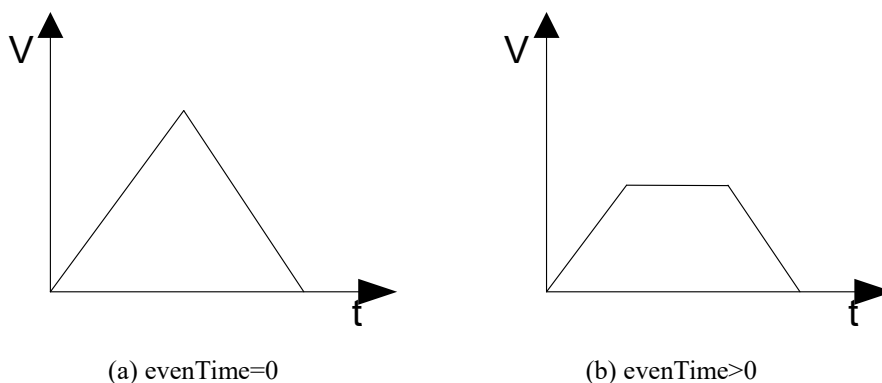

图 7-11 不同 **evenTime** 下的速度曲线
- **evenTime**: 每个插补段的最小匀速时间。当用户设置的插补段比较短时，而该插补段的目标速度又设置的比较大，则会造成合成速度的曲线如图 7-11 (a)所示，只有加速段和减速段，形成一个速度尖角，加速度在尖角处瞬间由正值变为了负值，造成较大的冲击；设置了 **evenTime** 之后，可以减小目标速度，使速度曲线如图 7-11 (b)所示，减小了加速度突变的冲击。